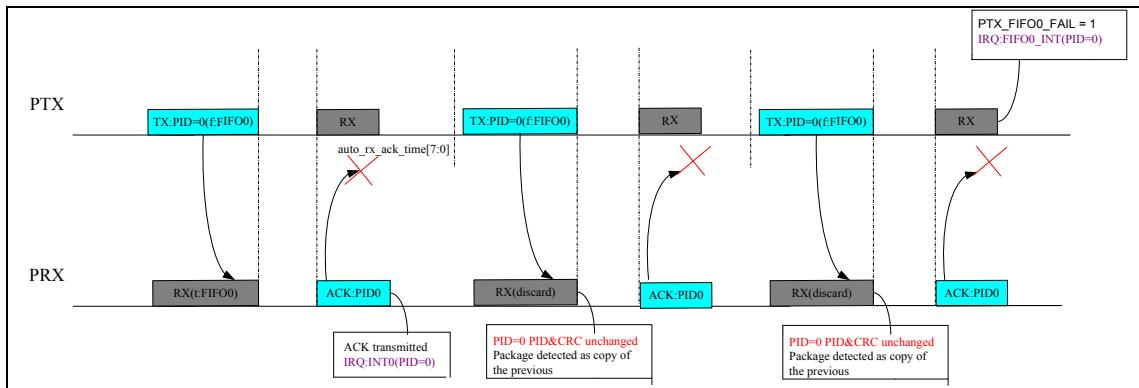

图 14-6 PTX 自动重传情况 3 中断示意图(重发超时, 重发次数为 2)
- ◆ PTX 如果在 AUTO_RX_ACK_TIME 时间内没有成功接收到 PRX 发送的 ACK 信号，PTX 将自动重传上一个数据包。如重传次数超过设定次数 RE_TX_TIMES 加 1 (MISC0 寄存器的 Bit11-Bit8)，INT 寄存器中的 INTn 中断标志位与 FIFO 发送指示位 PTX_FIFOn_FAIL (FIFOnCTRL 寄存器的 Bit15) 将同时置 '1' 指示发送失败 (详见图 14-4 至图 14-6)。